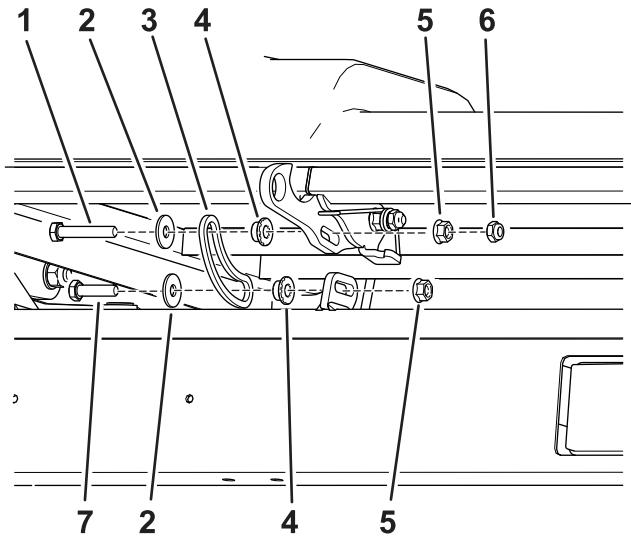

図 4
2. フックにロッドコネクタを取り付ける長いボルト、平ワッシャ、ブッシュ、フランジナット、ロックナットを使用する図 4。
3. フックにロッドコネクタを取り付ける短いボルト、平ワッシャ、ブッシュ、ロックナットを使用する図 4。